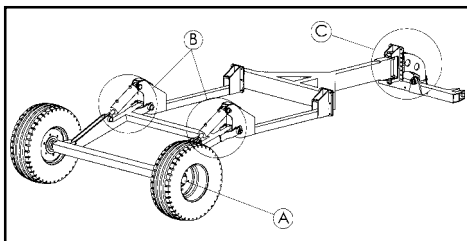

fig. 24
Sur les machines traînées, les moyeux des roues (A) et toutes les articulations du système de trainage (B-C) (fig. 24)